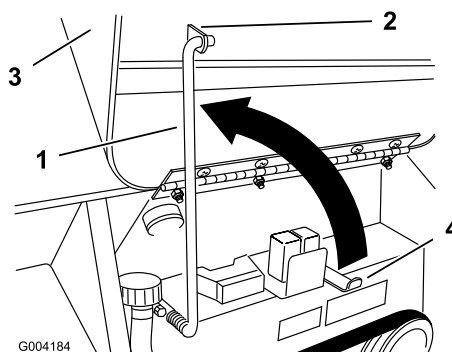

Figura 26
4. Ruotate verso l'alto l'asta di supporto e fissatela nella staffa del cofano (Figura 26).